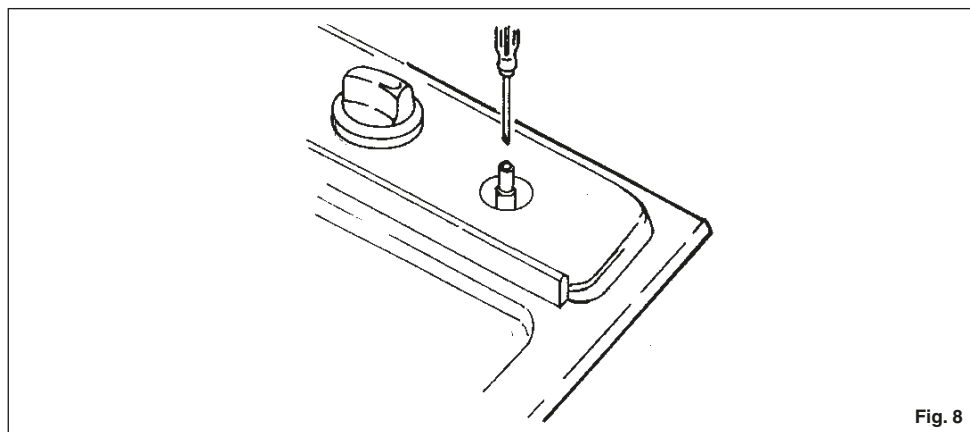

Fig. 8
- para a regulação do mínimo agir com uma oportuna chave de parafuso sobre o parafuso colocado na torneira (Fig. 8) depois de o ter rodado à posição mínimo. Para GPL (butano/propano) ataraxar a fundo.